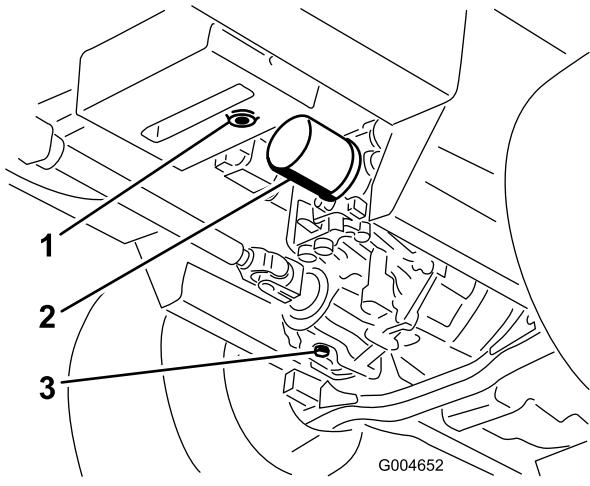

図 67
3. 油圧オイルタンクとトランスマッisionケースの下にオイルを受ける大型の容器を置き、それぞれのドレンプラグを外してタンク内のオイルを完全に排出、回収する（図 67）。
4. 油圧オイルフィルタの取り付け部周辺をきれいに拭いてフィルタを取り外す(図 67)。